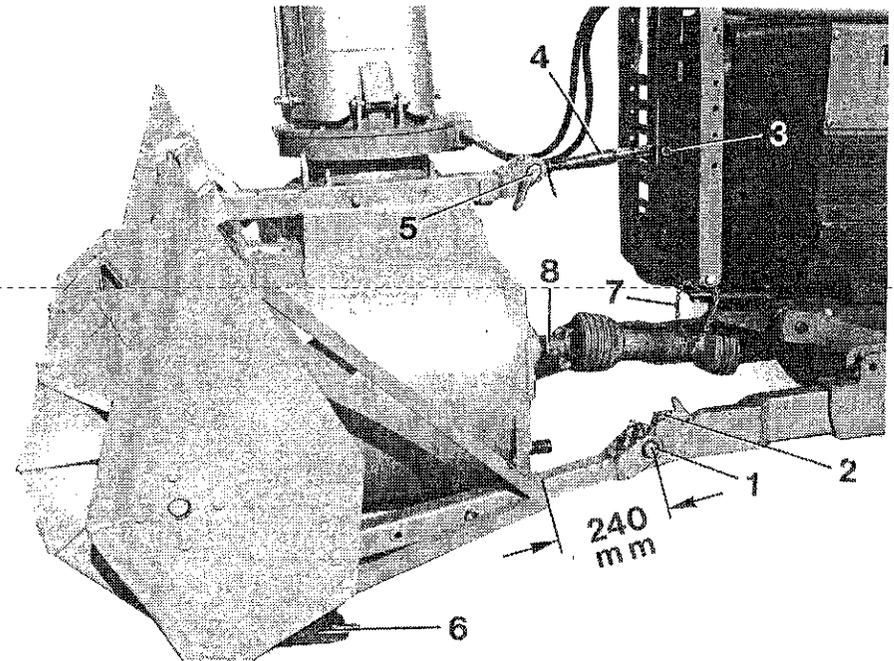

Abb. 51
1. Aufnahme-Vorrichtung für Unterlenker so abstecken, daß zwischen Anlenkpunkt und Vierkanthrohr ein Maß von 240 mm ergibt (Abb. 51).
2. Oberlenker-Aufnahme-Vorrichtung ganz einschieben (Abb. 51).
Oberlenker kurz (4 Abb. 51) am Frontschutz in unterste Bohrung (3 Abb. 51) und an Schneefräse (5 Abb. 51) abstecken. Gelenkwelle am Gerät am unteren Zapfwellenanschluß der Schneefräse aufstecken und anschließend schlepperseitig montieren. Haltekette (7 Abb. 51) der Gelenkwelle um den unteren Befestigungshalter vom Frontschutz legen und sichern (Abb. 51).
- Schneefräse mittels Fronthubhydraulik in gewünschte Arbeitshöhe bringen und Gleitschuhe (6 Abb. 51) in dieser Stellung fixieren.